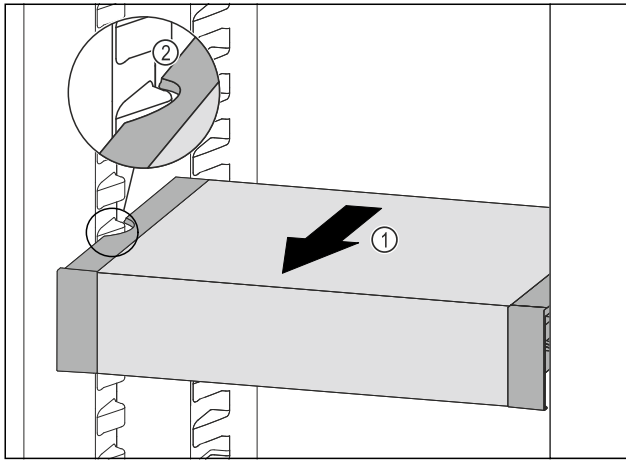

Fig. 123
- ▶ Húzza előrefelé a VarioSafe fiókot annyira Fig. 123 (1), hogy a VarioSafe oldalsó kivágásai a hűtőrészben a tartóborða magasságában legyenek. Fig. 123 (2)